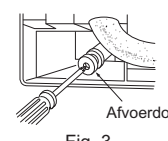

Fig. 3
- 4) Breng de afvoerdop aan op de plaats achterop de binnenunit waar de afvoerslang bevestigd was. (Fig. 3)